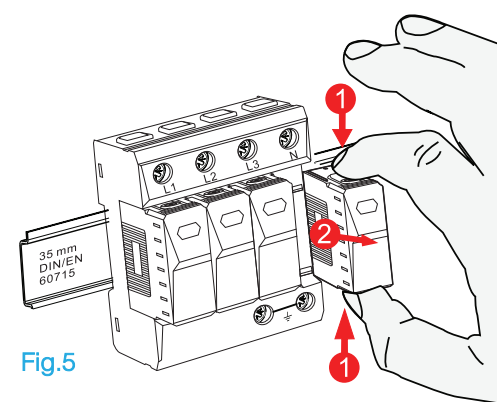

Fig.5
- 2 Premere alla estremità superiore e inferiore della cartuccia da sostituire ed estrarla dal dispositivo. Fig.5
- 2 Press the top and bottom ends of the cartridge to be replaced and pull it out of the device. Fig.5